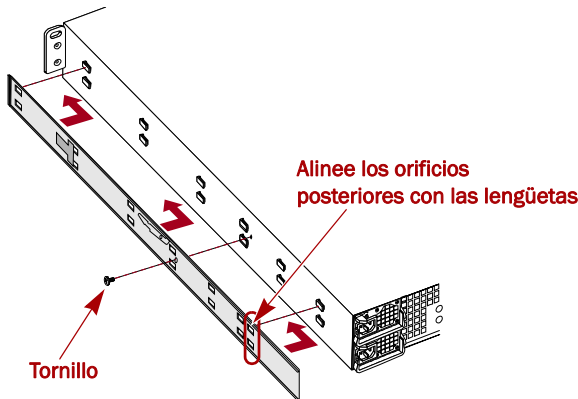

Figura 4. Instalación de la pieza del raíl interno al E2000
3. Instale la **pieza interna derecha** (Figura 4):